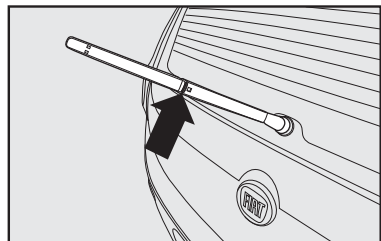

fig. 29
Substituição da palheta do limpador do vidro traseiro - fig. 29
1) Para retirar a palheta basta apertar a trava indicada **fig. 29** e puxar a palheta para cima.